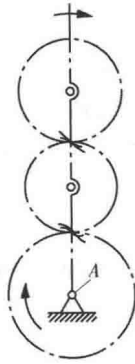

图 1-2-16 差动轮系
(8) 图 1-2-16 中, A 处为机架、杆、齿轮三构件汇交的复合铰链。则该机构的自由度为